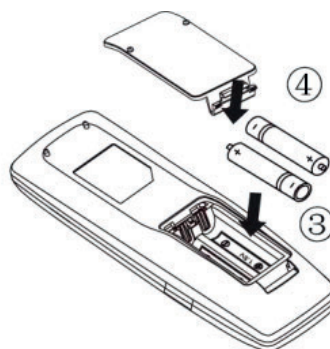

Fig. 2
- (3) Coloque dos pilas secas "AAA" y asegúrese de que la posición de polaridad "+" y "-" sea correcta como se muestra en la Fig. 2
- (4) Instale nuevamente la cubierta como se muestra en la Fig. 2